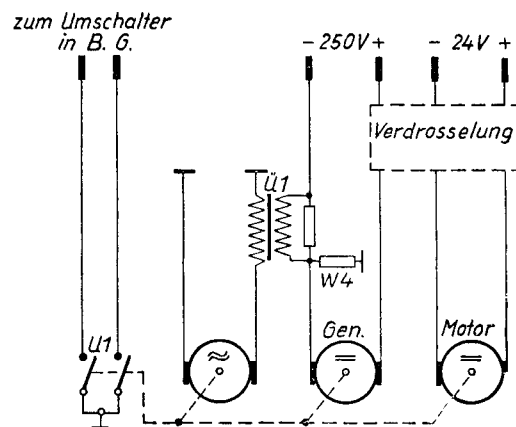

Abb. 5. Vereinfachtes Schaltbild des Tongebers
**Schaltung** (i. Abb. 5): Einanker-Umformer für die Erzeugung der Anodenspannung und der Modulationsspannung für das Sende-Empfangsgerät; Umformer-Verdrosselung; Speisung aus der Vordbatterie. Selbsttätiger Zeichengeber, vom Umformer angetrieben, mit zwei auswechselbaren Zeichengeberschlüsseln.